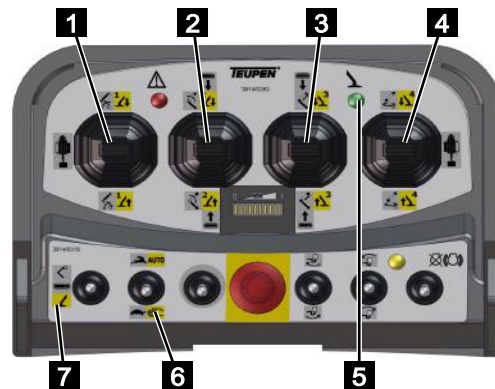

Fig. 78
2. Mettre le sélecteur de fonction sur [Fonctions des appuis] (jaune) (Fig.78/7).
3. Mettre le sélecteur du mode de service (Fig.78/6) sur manuel.
4. Commander l'appui/les appuis souhaité(s) avec les leviers de commande (Fig.78/1, 2, 3 et 4) suivant le tableau ci-après.
5. Le voyant vert (Fig.78/5) est allumé en continu si l'appui est correct.